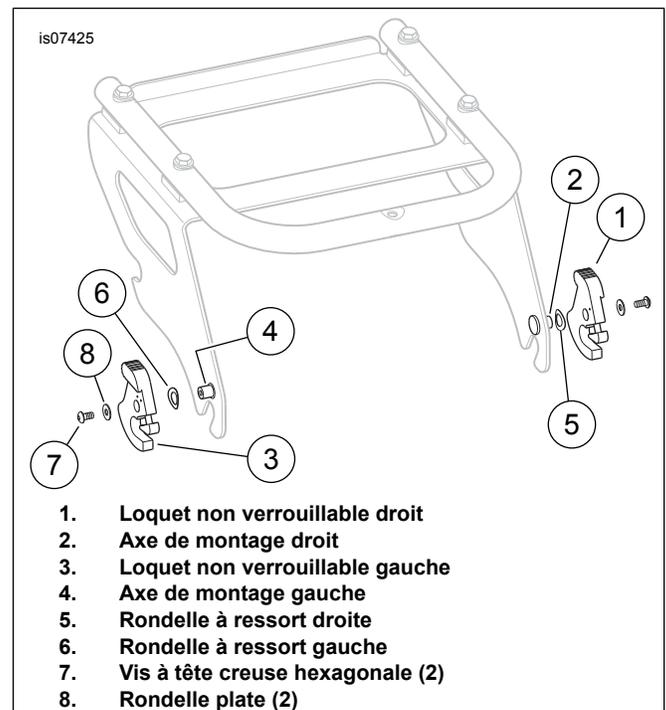
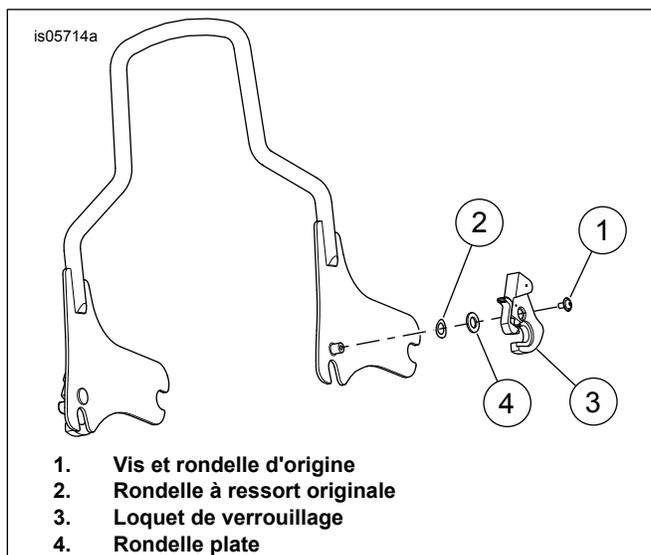
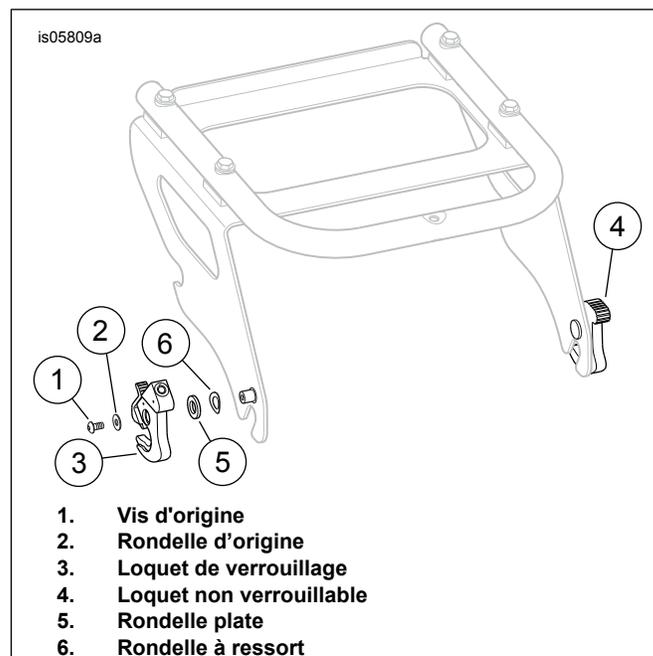
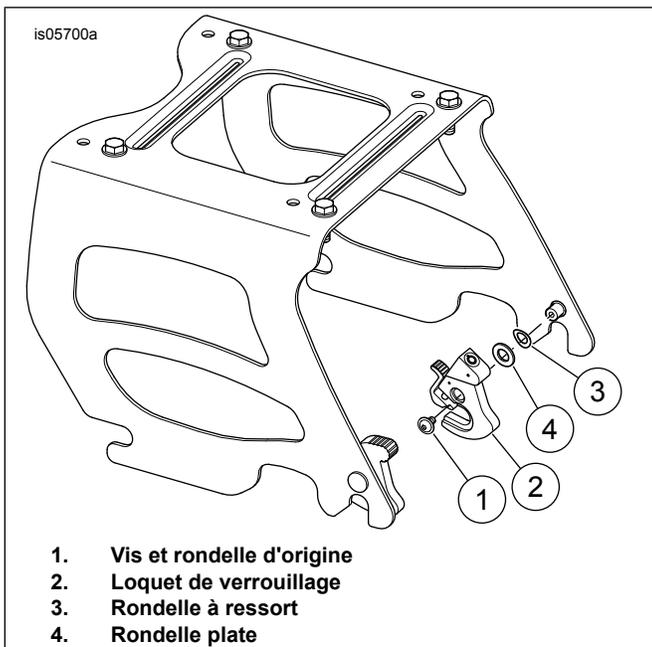

Figure 1. Changement de loquets (configuration avec le changement représentée)
Figure 3. Installation extérieure droite
Figure 4. Installation extérieure gauche
Figure 5. Installation intérieure droite
1. Voir Figure 1. Retirer le loquet non verrouillable droit (1). Laisser la rondelle à ressort droite (5) sur l'axe de montage droit (2).
2. Retirer le loquet non-verrouillable gauche (3). Laisser la rondelle à ressort gauche (6) sur l'axe de montage gauche (4). Installer le loquet non verrouillable gauche (3) sur l'axe de montage droit (2).
3. Installer le loquet non verrouillable droit (1) sur l'axe de montage gauche (4).
Kit porte-bagages Two-Up	Voir figure 4, Installation intérieure gauche, OU Figure 3, Installation extérieure droite
Porte-bagages Tour-Pak Two-Up	Voir figure 3, Installation extérieure droite
Kit porte-bagages solo	Voir figure 3, Installation extérieure droite
Porte-bagages Tour-Pak Two-Up	Voir figure 1, changement de loquets ET Figure 5, Installation extérieure droite
Porte-bagages solo Tour-Pak	Voir figure 1, changement de loquets ET Figure 4, Installation intérieure gauche, OU
2. Voir Figure 3 . Installer la rondelle à ressort d'origine (2) sur l'axe de montage.
1. Voir Figure 4 . Retirer le loquet gauche non-verrouillable et l'éliminer.
2. Installer la rondelle plate (5) du kit sur la rondelle à ressort de l'axe de montage gauche.
3. Installer le loquet de verrouillage (3) sur l'axe de montage gauche avec le relief à l'**opposé** de la plaque latérale.
4. Installer la vis (1) et la rondelle (2) d'origine.
1. Voir Figure 5 . Retirer le loquet non verrouillable droit et l'éliminer.
2. Installer la rondelle plate (4) du kit sur la rondelle à ressort de l'axe de montage droit.
4. Installer la vis et la rondelle (1) d'origine.